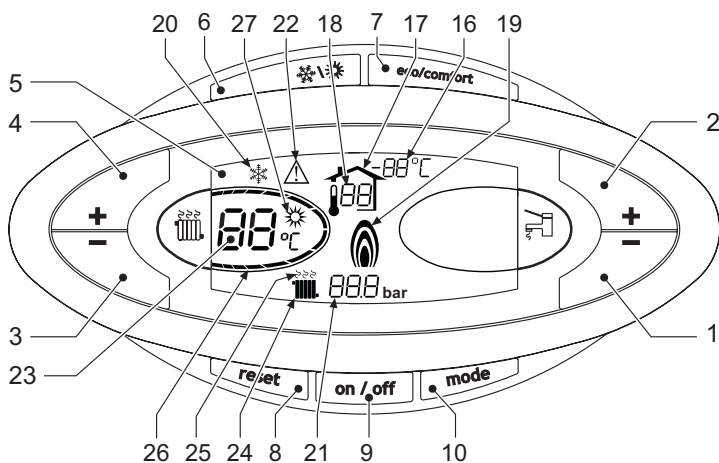
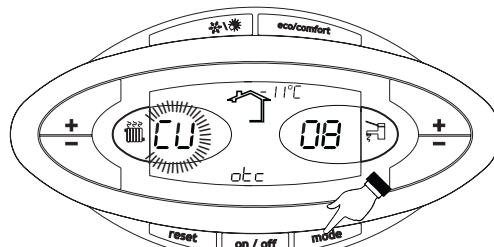
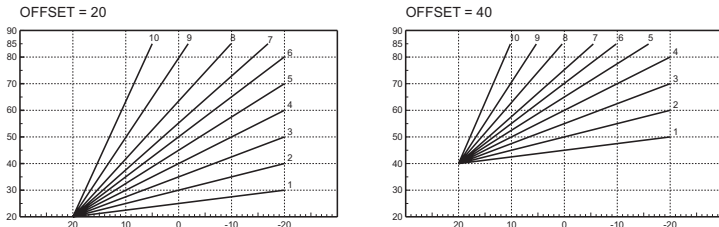

рис. 1 - Панель управления
рис. 9 - Кривая погодозависимого регулирования
рис. 12 - Пример параллельного смещения кривых погодозависимого регулирования
Нажмите на кнопку вкл/выкл (поз. 9 - рис. 1) в течение 1 секунды.
Для повторного включения котла снова нажмите клавиш вкл/выкл (поз. 9 рис. 1) в течение 1 секунды.
- Нажмите кнопку ВКЛ/ВЫКЛ (9 - рис. 1)
Нажмите клавишу **Лето/Зима** (поз. 6 - рис. 1) на 1 секунду.
На дисплее высвечивается символ "Лето" (поз. 27 - рис. 1). При этом котел будет вырабатывать только воду для ГВС. Остается активной система защиты от замерзания.
Для выключения режима "Лето" вновь нажмите клавишу **Лето/Зима** (Поз. 6 - рис. 1) на 1 секунду.
Температура в системе отопления регулируется с помощью **кнопок отопления** (поз. 3 и 4 - рис. 1) в пределах от минимума 30 °С до максимума 80 °С
С помощью **кнопок системы ГВС** (поз. 1 и 2 - рис. 1) температуру можно регулировать от минимальной 10°C до максимальной 65°C
При установке внешнего датчика (опция) на дисплей панели управления (поз. 5 - ) выводится рис. 1 текущая внешняя температура, измеряемая этим датчиком. При этом система управления котлом работает в режиме "Плавающая температура". В этом режиме температура воды в системе отопления регулируется в зависимости от внешних климатических условий с тем, чтобы обеспечить максимальный комфорт и экономии энергии в течение всего года. В частности, при увеличении температуры наружного воздуха уменьшается температура подаваемой в систему отопления воды в соответствии с определенной "характеристикой компенсации".
В режиме плавающей температуры величина, заданная с помощью клавиш регулировки отопления (поз. 3 и 4 - рис. 1) , становится максимальной температурой воды системы отопления. Рекомендуется устанавливать ее на максимальную величину, чтобы позволить системе выполнять регулировку во всем полезном рабочем диапазоне.
При однократном нажатии клавиши **Режим** (поз. 10 - ) на дисплее высвечивается текущая кривая погодозависимого регулирования (рис. 1), которую можно изменить с помощью клавиш задания температуры рис. 9 воды ГВС (поз. 1 и 2 - рис. 1).
При нажатии клавиш регулировки температуры отопления (поз. 3 и 4 - ) получается доступ к режиму параллельного изменения кривых ( рис. 1), выполняемого с помощью клавиш "+"рис. 12 и "-" (поз.1 и 2 - рис. 1).
При повторном нажатии клавиши **Режим** (поз. 10 - рис. 1) осуществляется выход из режима регулировки параллельных кривых.
Если к котлу подключено устройство дистанционного управления с таймером (опция), вышеописанные регулировки производятся в соответствии с указаниями, приведенными в таблице 1. При этом на дисплее пульта управления (поз. 5 - рис. 1) высвечивается температура в помещении, измеряемая устройством дистанционного управления.
Выбор режимов ECO/COMFORT	При выключении режима ГВС с пульта ДУ котел переходит в режим "Эко-поту". В этих условиях клавиша 7рис. 1 - на панели котла отключена.
При включении режима ГВС с устройства ДУ с таймером котел устанавливается в режим Comfort. В этих условиях с помощью клавиши 7рис. 1 - на панели управления котла можно выбрать любой из этих двух режимов.